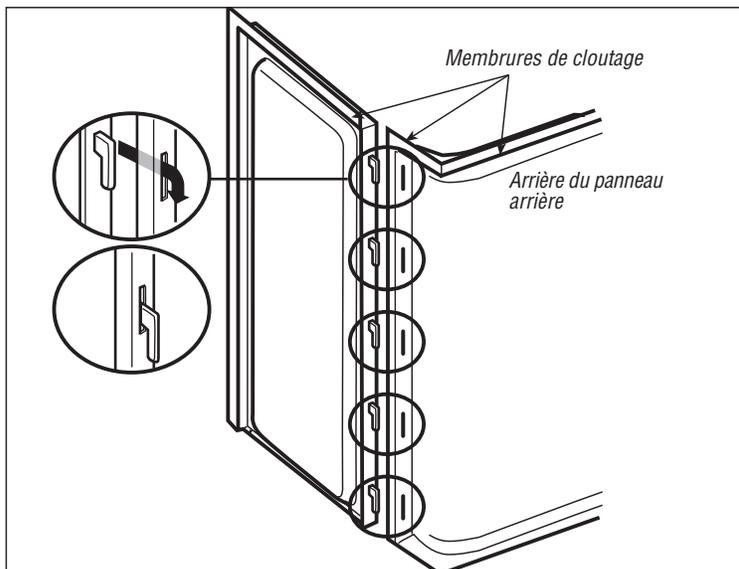

Figure 2
- 2** Essayez les panneaux dans l'alcôve sans les coller. Placez le panneau arrière à l'intérieur de l'alcôve (les languettes dans le bas vont dans les encoches de la baignoire). Remarque : Lorsque placées contre les poteaux muraux arrière, les brides de clouage sur l'arrière du panneau doivent être en ligne droite et perpendiculaires avec la baignoire (Figure 4). Placez chaque bout de panneau de façon à ce que les crochets au bout du panneau aillent à l'intérieur des fentes sur l'arrière du mur, ensuite poussez vers le bas jusqu'à ce que les parties supérieures des panneaux soient égales. (Figure 2.) Les brides de clouage horizontal seront situées dans le haut des trois panneaux. Déterminez quel panneau latéral devra être coupé pour les accessoires de plomberie. Localisez, marquez et coupez soigneusement les trous en utilisant une scie cylindrique appropriée. Lorsque tous les panneaux sont correctement placés dans l'alcôve, faites une ligne de crayon aux contours supérieurs de tous les panneaux et sur les contours frontaux du bout des panneaux comme référence lorsque l'encollage sera effectué. Enlevez tous les panneaux.